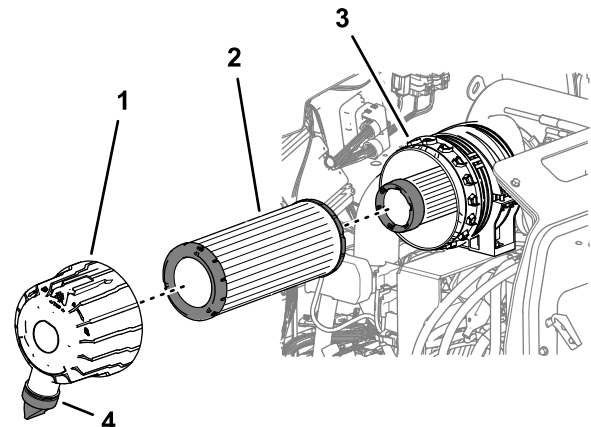

Figura 52
3. Retire o filtro de ar principal (Figura 52).